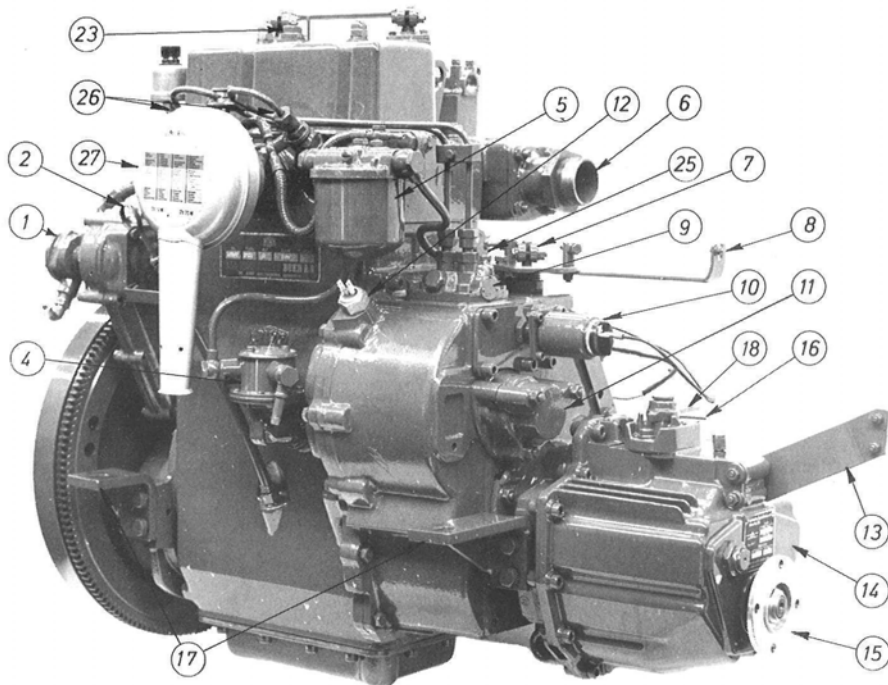

Fig. 3 DV 20 ME
- b. Brændstofrørets befæstigelse på dyseholderen løsnes, om nødvendigt (fig.3, pos. 26).